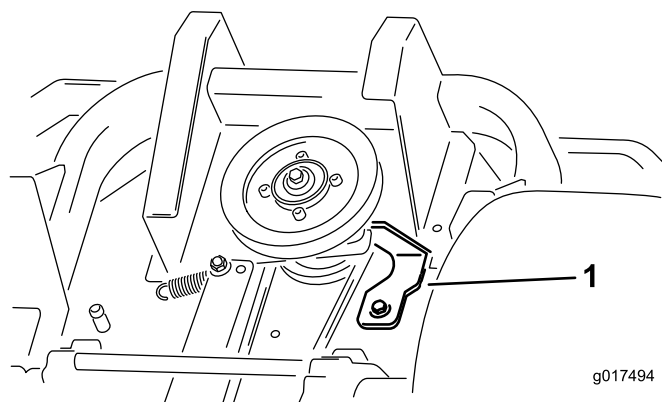

Figura 58
5. Togliete l'arresto della frizione illustrato in Figura 58.
9. Montate l'arresto della frizione illustrato in Figura 58.